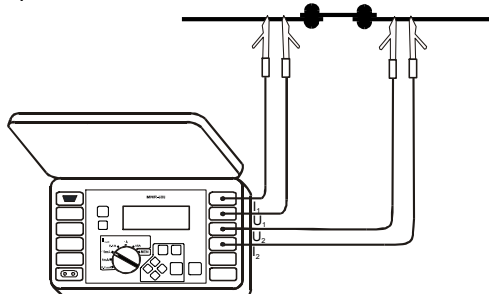

Рис.7. Способ подсоединения измерительных проводов прибора
Измеритель подключается к испытываемому объекту согласно Рис.7: провода напряжения, подключенные к гнездам **U1** и **U2**, должны находиться внутри токовых, подключенных к гнездам **I1** и **I2**.
- подключить измерительные провода согласно Рис.7